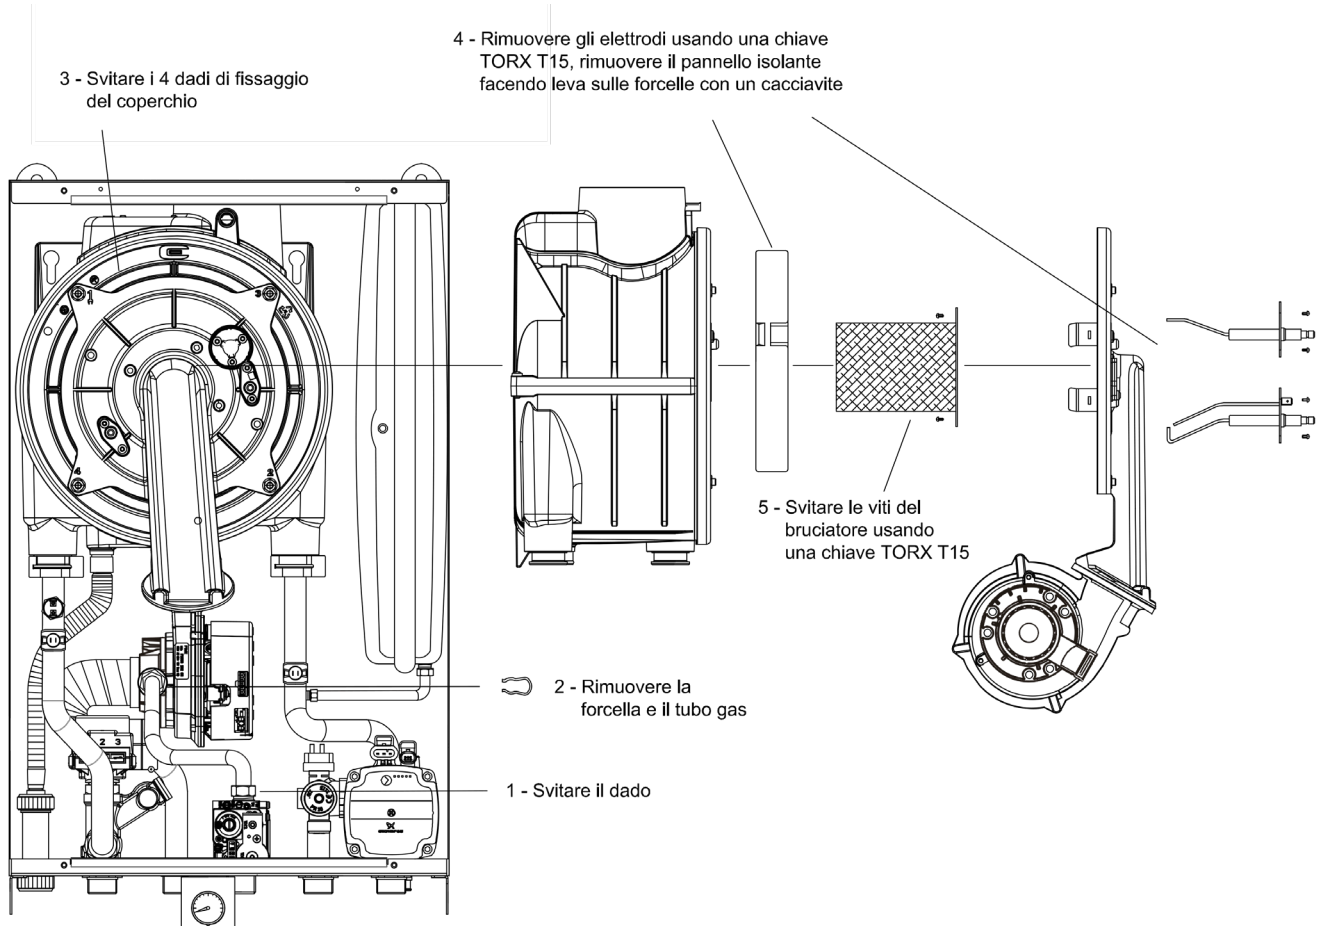

Fig.33
7.11 - Sostituzione bruciatore (Fig. 33)